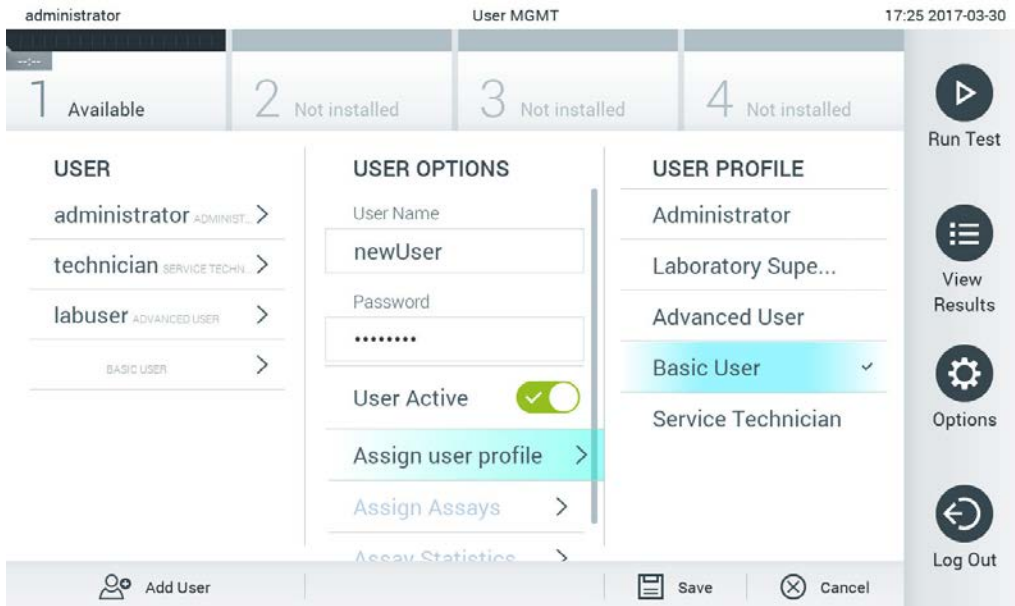

Abbildung 64: Zuweisen eines Benutzerprofils zu einem neuen Benutzer
4. Drücken Sie auf Assign User Profile (Benutzerprofil zuweisen) und weisen Sie dem neuen Benutzer das richtige Benutzerprofil (aus der Liste rechts im Inhaltsbereich) zu (Abbildung 64, nächste Seite).